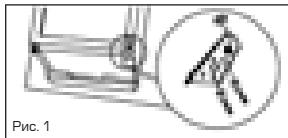

Рис. 1
3. Открутите болты, удерживающие нижние петли (Рис. 1).